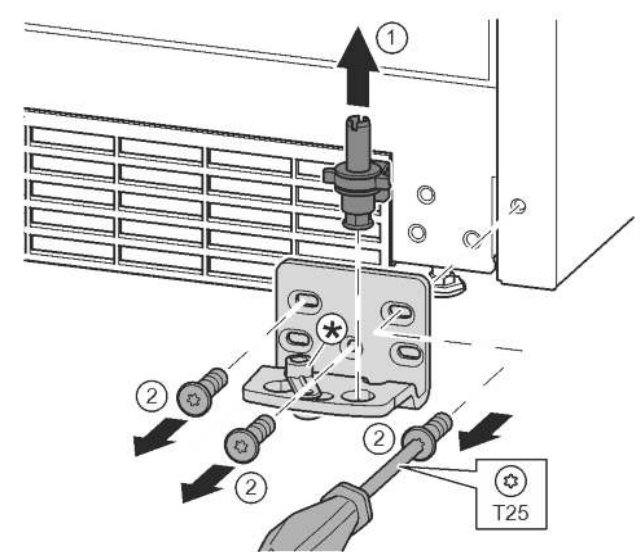

Fig. 15
- Опорный палец полностью извлечь движением вверх. Fig. 15 (1)
- Открутить винты отверткой T25 и снять опорный кронштейн. Fig. 15 (2)